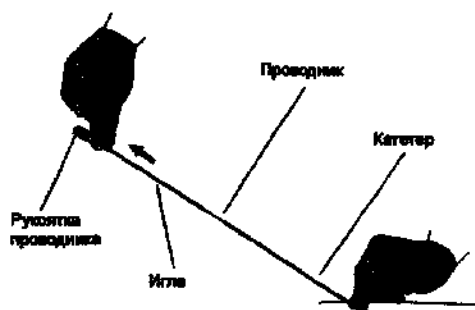

Рис. 4. Удаление иглы и проводника.
13. Крепко удерживая катетер у места выхода из позвоночного, одновременно удалите из катетера иглу и проводник (Рис. 4).